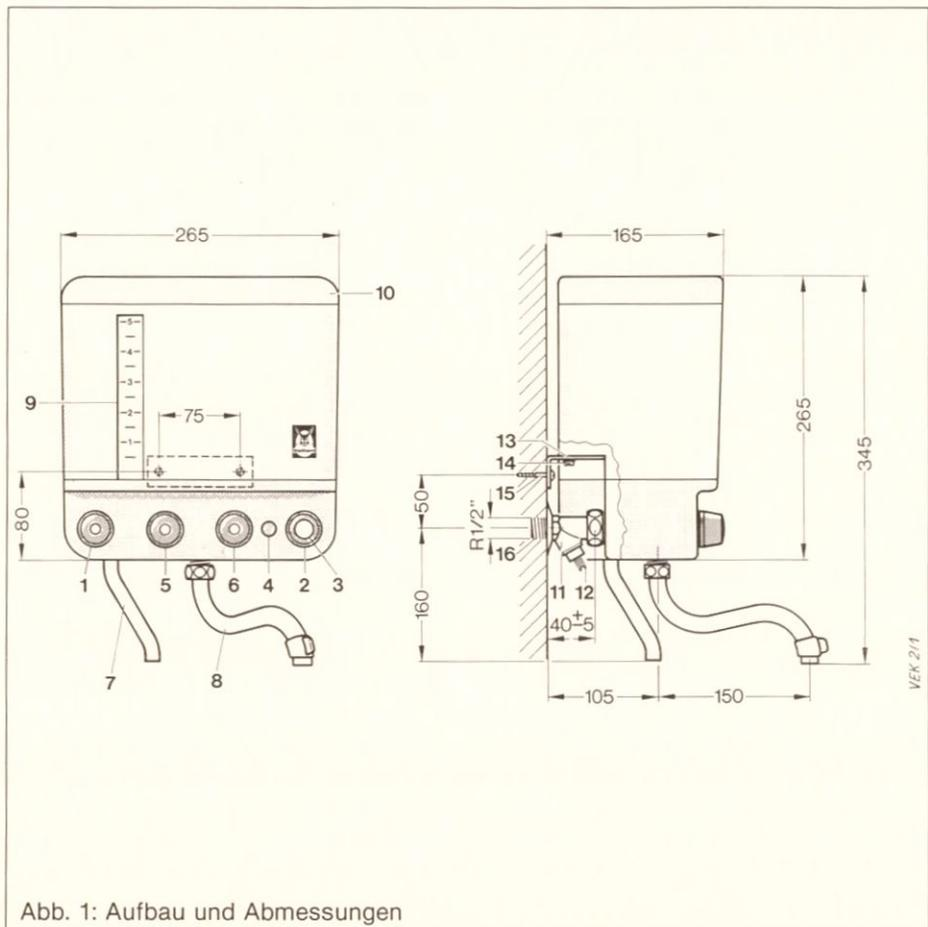

Abb. 1: Aufbau und Abmessungen
Alle Armaturen, die beim normalen Gebrauch berührt werden, sind gegen Wärmeübertragung geschützt. Dagegen können Wasserbehälter, Überlaufrohr (7, Abb. 1) und Schwenkauslauf (8, Abb. 1) bis 100° C heiß werden sowie bei kochendem Wasser Dampf aus dem Überlaufrohr (7) austreten. Deshalb ist der Kochendwasserboiler so anzubringen, daß diese Teile vor zufälliger Berührung, insbesondere durch Kleinkinder, geschützt sind. Das Überlaufrohr und der Schwenkauslauf müssen frei bleiben; es dürfen weder Schlauch noch Perlator angeschlossen werden. Der VEK 5/3 darf nur an eine vorschriftsmäßig installierte Schutzkontaktsteckdose mit 220 V, 2 kW angeschlossen werden.